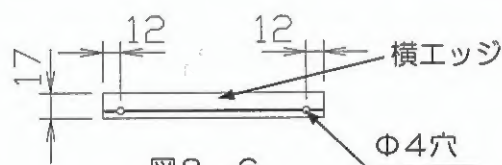

図8-6
(4) 横エッジを扉間口寸法に合わせてカットし、カット面のバリを十分に処理してください。その後所定の位置2ヶ所に固定用穴Φ4穴をあけてください。(図8-6)